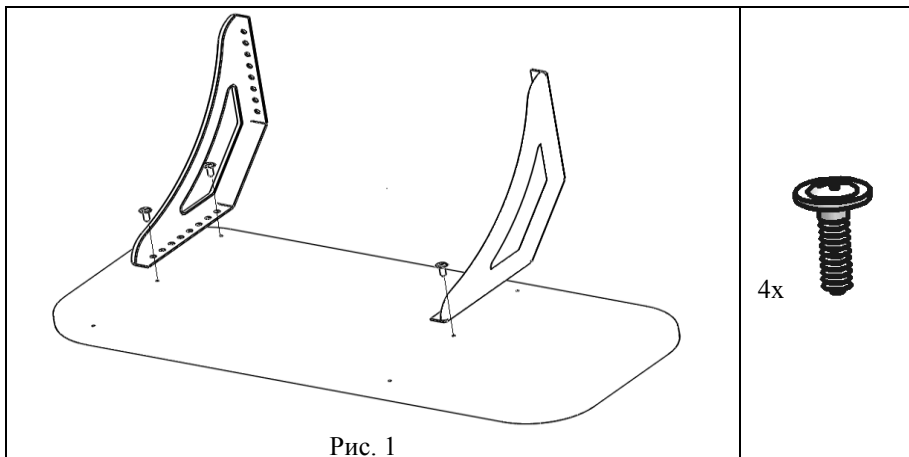

Рис. 1
5.1. В полку (поз. 1) снизу прикрутить кронштейны (поз. 2) с помощью саморезов с прессшайбами (поз. 1 пакет № 60), см. рис. 1.